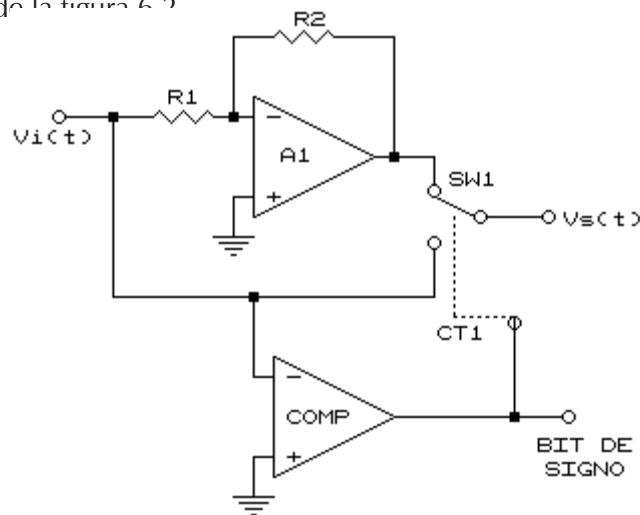

Figura 6.2
La salida está compuesta por palabras PCM de 4 bits. Cada palabra consiste en un bit de signo (el bit más significativo—MSB) y tres bits de magnitud. Además de los componentes mostrados en la figura 6.2, existe también un circuito de tiempos, que asegura la operación síncrona del sistema.
1. Arme el circuito de la figura 6.2
6. Elimine el inversor de tal forma que tengamos nuevamente el circuito de la figura 6.2.